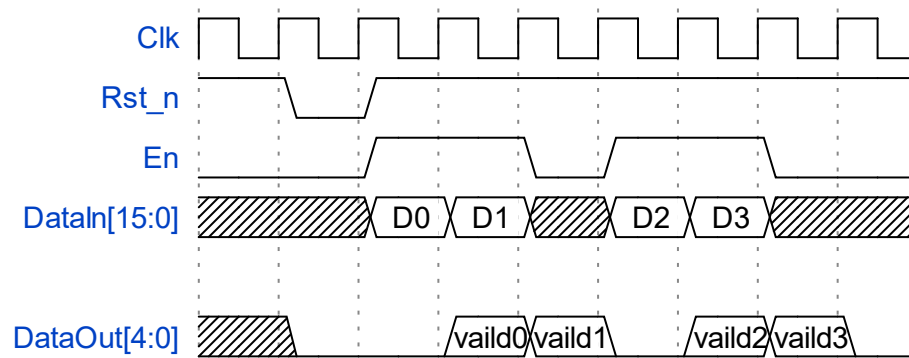

图 2
- 1) 在输入使能信号 EN=1 的当前周期，并行输入待测数据，时序图如图 2 所示；